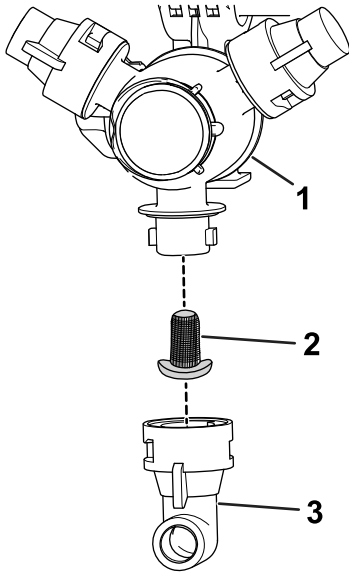

Figura 59
2. Retire la boquilla de la torreta de fumigación (Figura 59).
3. Retire el filtro de boquilla usado (Figura 59).
4. Instale el filtro de boquilla nuevo (Figura 59).
5. Instale la boquilla en la torreta de fumigación (Figura 59).